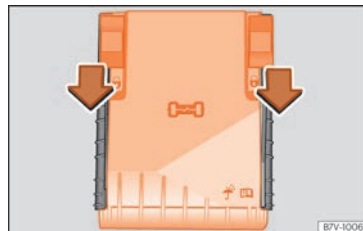

Abb. 59 Im Motorraum: Abdeckung des Sicherungskasten.
- Verriegelungstasten in Pfeilrichtung nach vorn schieben, um die Abdeckung des Sicherungskastens zu entriegeln »» **Abb. 59**.